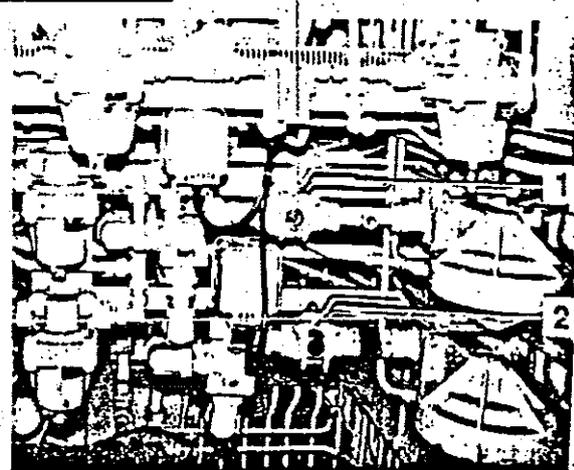

Figura 48 Llaves de los cilindros de freno de los bogies 1 y 2 situados en el bloque de aire comprimido N1
- Cerrar las llaves (43) de los cilindros de freno (Figura 48/1 y 2)